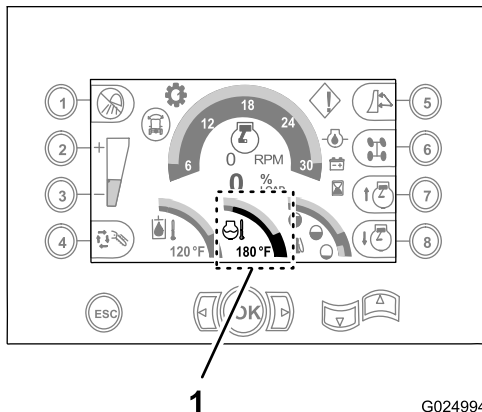

Figura 103
- C. Opere o motor durante 5 minutos ou até o indicador de temperatura do líquido de arrefecimento na tela da central de comando indicar 82 °C (180 °F) e, em seguida, desligue o motor (Figura 103).